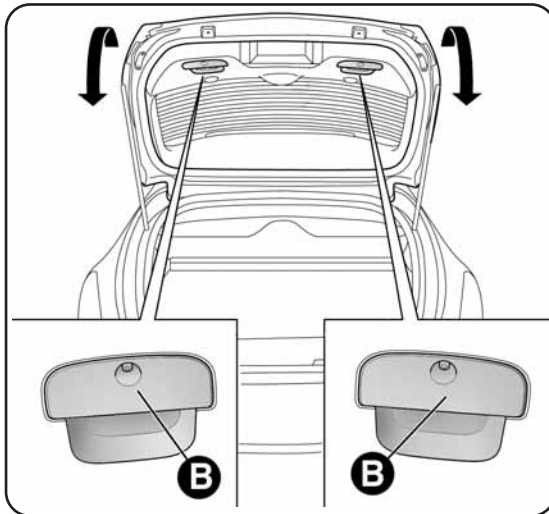

fig. 56
**FERMETURE DU HAYON ARRIÈRE fig. 56**